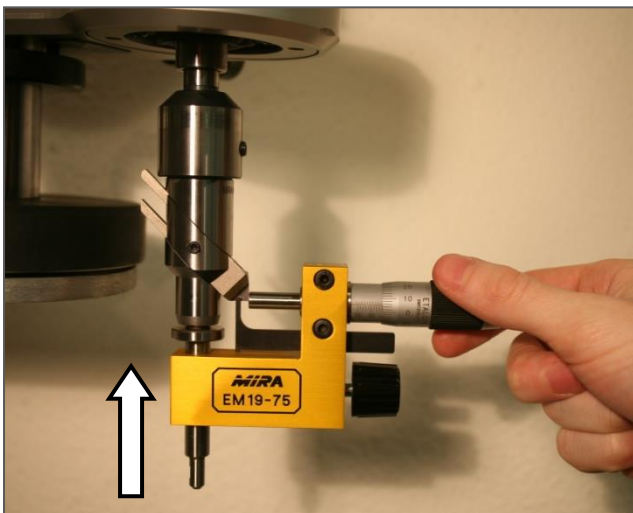

Fig. 31
2. Para ajustar la herramienta, utilice preferentemente el micrómetro de lectura directa MIRA EM19-75 (Ver también “Accesorios especiales” en la página 33). Para ello se debe usar el medidor incluido. Fig. 31